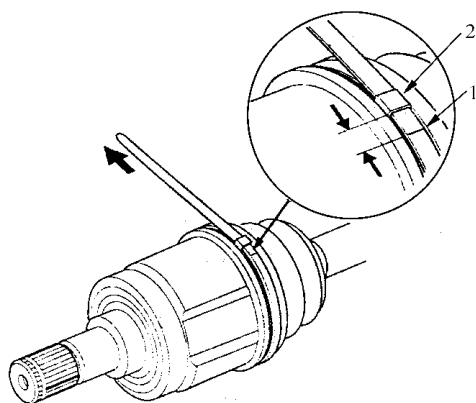

图 6-76 从卡夹起 10~14mm 处做标识
14) 在卡环上,如图 6-76 所示,从卡夹起 10~14mm 处做一个标识。